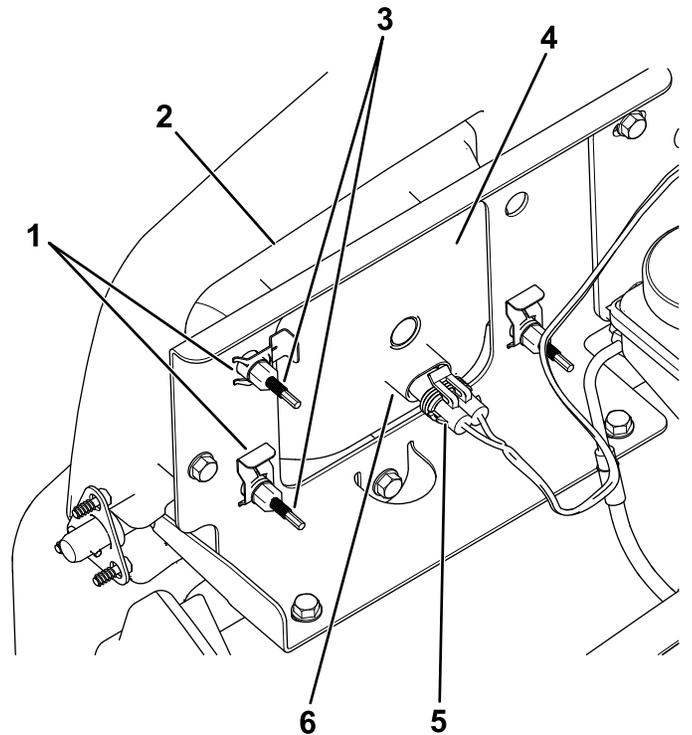

Bild 48
3. Schließen Sie den elektrischen Anschluss für den Kabelbaum vom Lampenanschluss ab (Bild 48).
4. Entfernen Sie die Schellen, mit denen der Scheinwerfer an der Scheinwerferhalterung befestigt ist (Bild 48).
5. Schieben Sie den Scheinwerfer nach vorne durch die Öffnung in der vorderen Stoßstange und entfernen Sie ihn (Bild 48).
6. Setzen Sie den neuen Scheinwerfer durch die Öffnung in der Stoßstange ein (Bild 48).
8. Schließen Sie den elektrischen Anschluss für den Kabelbaum am Lampenanschluss an (Bild 48).
5. Drehen Sie die Einstellschrauben an der Rückseite des Scheinwerfers (Bild 48), um den Scheinwerfer zu drehen und den Scheinwerferstrahl einzustellen.